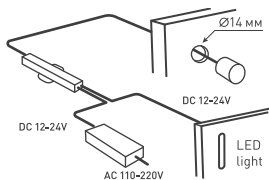

Рисунок 3. Установка датчика SR-PRIME MOTION
- Датчик MOTIОN монтируется в подходящем месте с учетом зоны срабатывания (рис. 3). Свет будет включаться при обнаружении движения в зоне действия датчика и выключаться примерно через 40 секунд после прекращения движения.